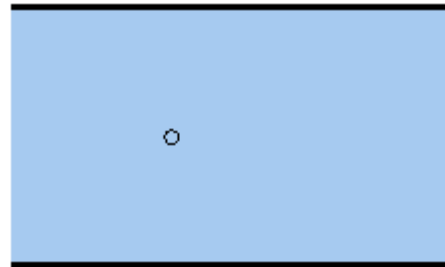

Fig. 2 移流拡散現象
1. 水の流れによる要因 (Fig. 2において右方向の運動)
2. 濃度を均一化しようとする要因 (Fig. 2において上下左右の運動)